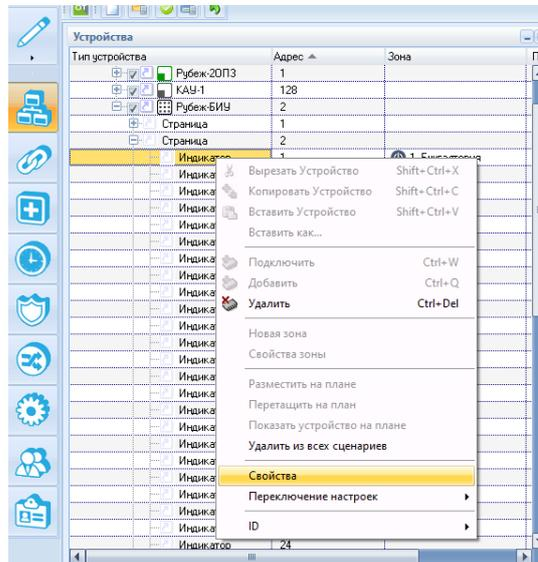

Рисунок 5.10 – Рубеж-БИУ в дереве устройств
1) Выделить Рубеж-БИУ в дереве устройств и щелкнуть на значке , чтобы открыть список страниц блока индикации (рисунок 5.10).